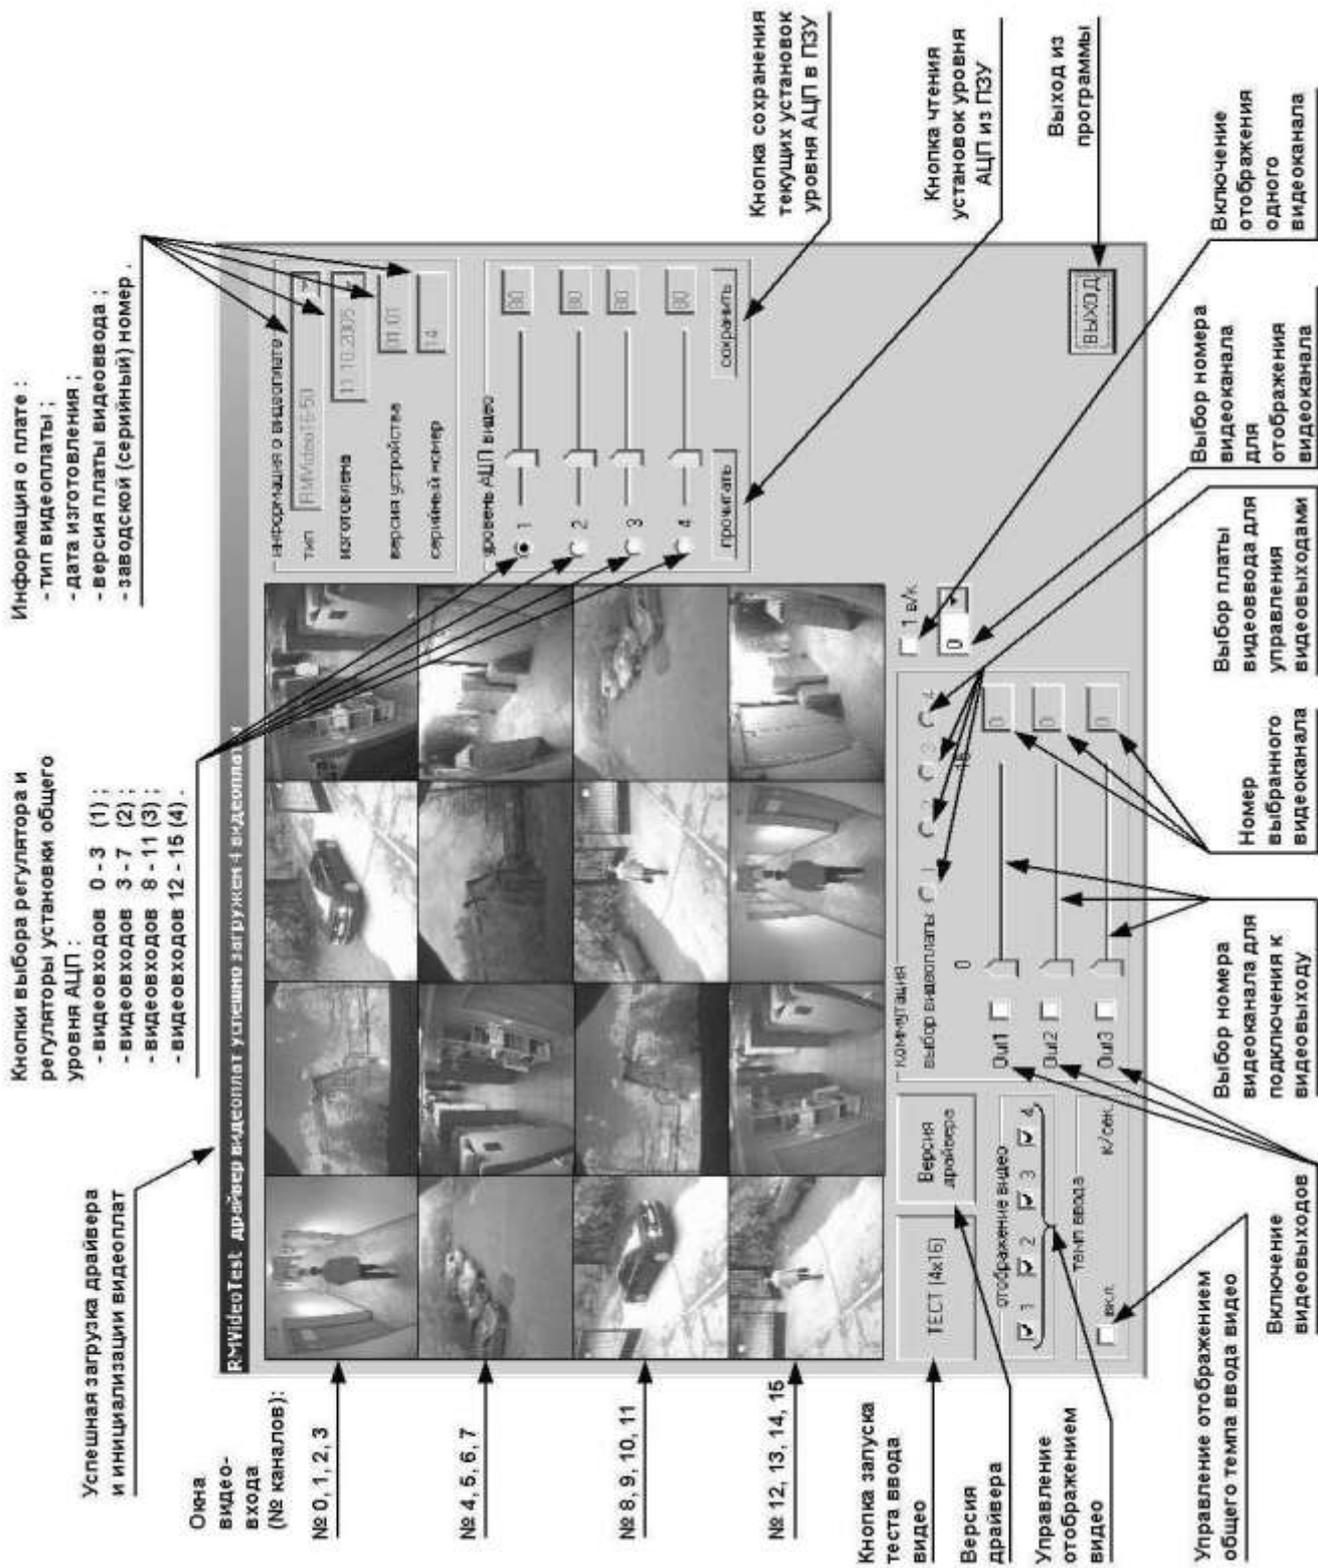

Рис. 6 Основное окно программы RMVideoTest.exe
- ползунковым регулятором экранной формы (см. Рис. 6) отрегулировать уровень яркости АЦП;